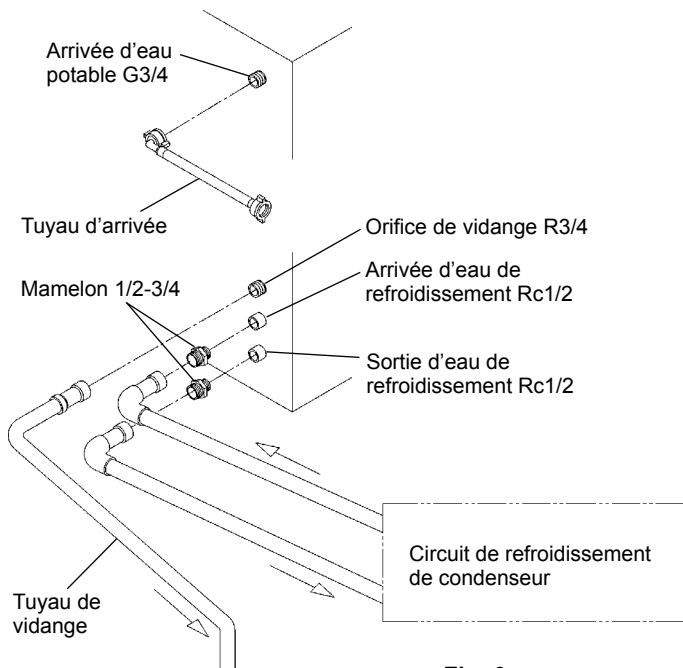

Fig. 6
- \* Hoshizaki recommande de raccorder le condenseur à refroidissement par eau à un circuit fermé de type circuit de refroidissement de recirculation en utilisant une tour ou un refroidisseur d'eau (Fig. 6 et 7). L'approvisionnement en eau doit se faire par l'intermédiaire d'une vanne de barrage/d'un réservoir de barrage.
## [a] Raccordements standard selon les réglementations WRC, au Royaume-Uni (Fig. 6 et 7)
5) Au moyen d'un tube rigide adéquat, reliez le circuit de refroidissement du condenseur aux extrémités libres des raccords 1/2-3/4, comme indiqué sur la Fig. 6. Il faut utiliser du ruban PTFE ou un mastic d'étanchéité adéquat pour obtenir un joint étanche.